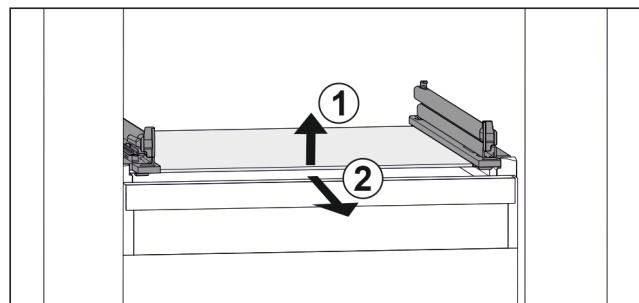

Fig. 45 Príklad zobrazenia sklenej dosky
- Nadvihnite sklenenú dosku vpred. Fig. 45 (1)
- Odoberte sklenenú dosku dopredu. Fig. 45 (2)